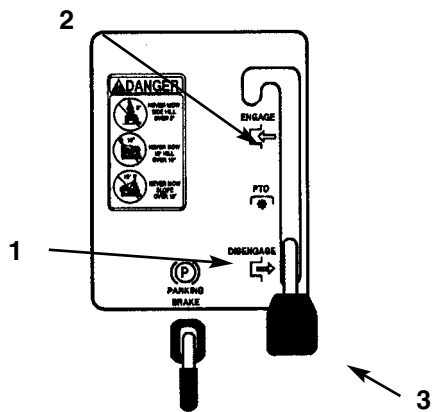

Fig. 4
2. Spostate il comando della lama (PDF) su "ENGAGED" (innestato) (Fig. 4).
2. Spostate il comando della lama (PDF) su "DISENGAGED" (disinnestato) (Fig. 4).